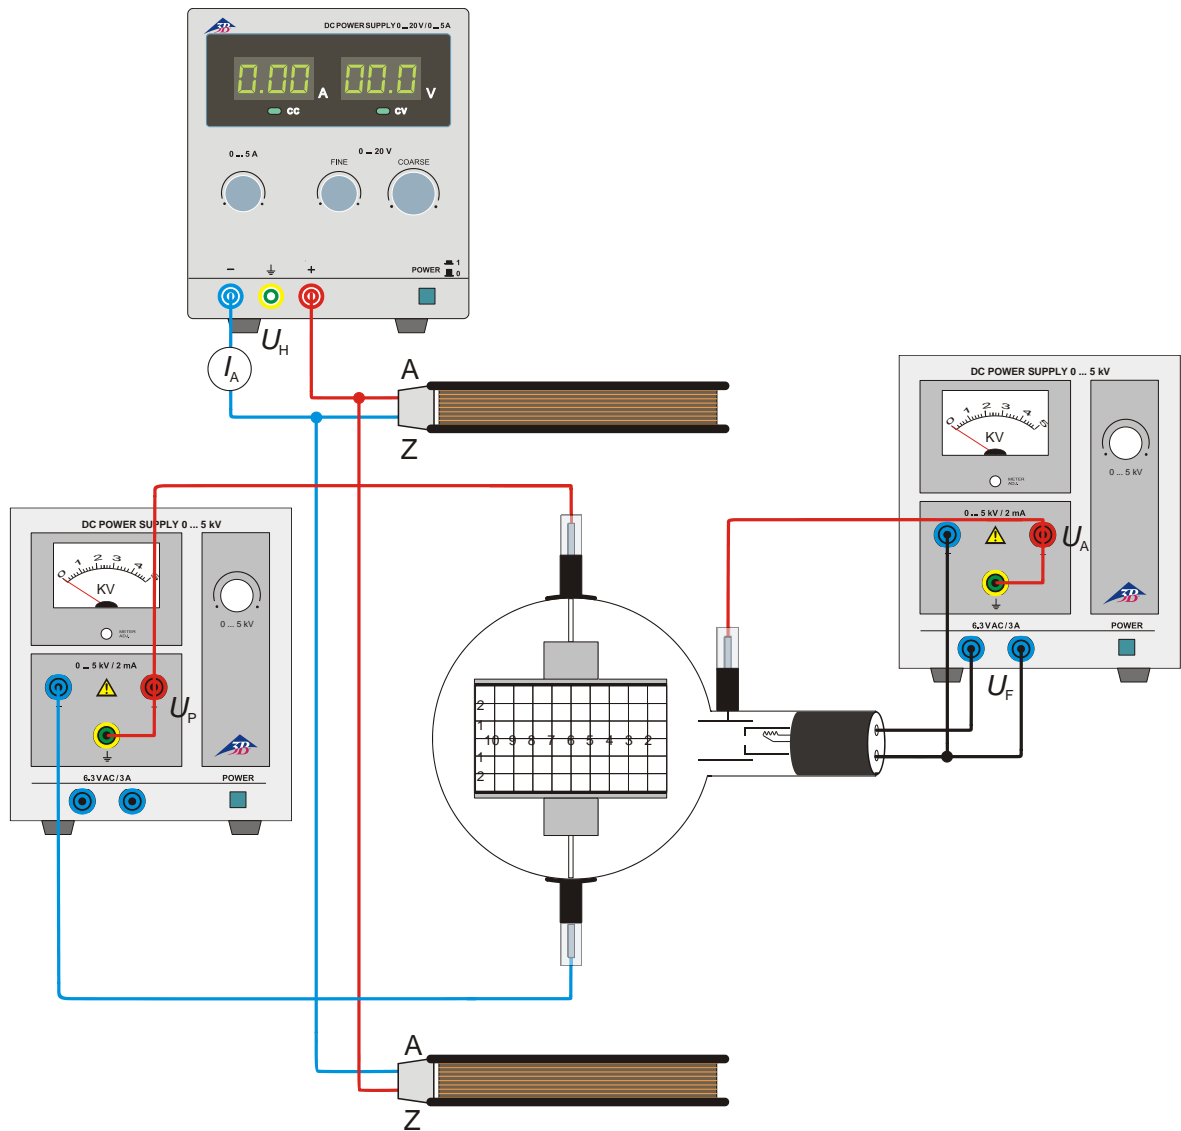

Fig. 4 Détermination de  $e/m$  par la compensation du champ
- Montez l'expérience comme le montre la figure 4.